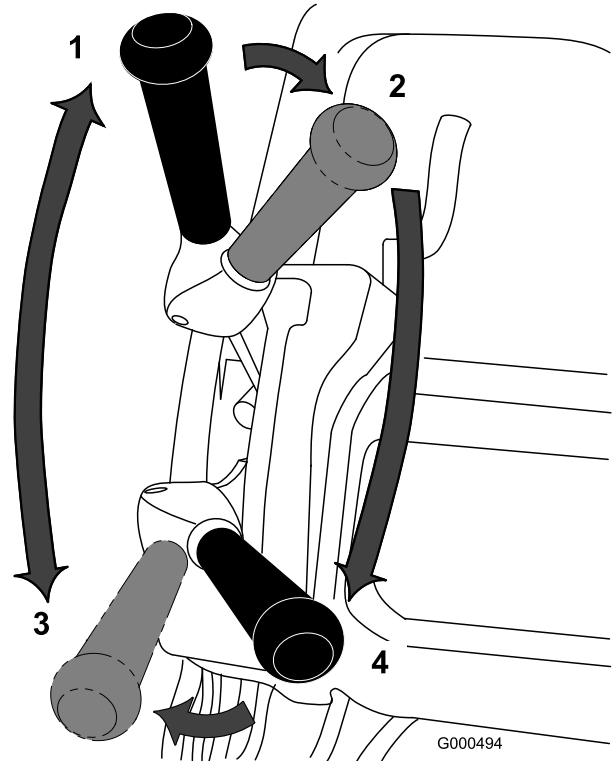

Bild 31
1. Starten Sie die Maschine, stellen Sie den Gasbedienungshebel auf verringerte Geschwindigkeit, drücken Sie den Holm nach unten, um die Schneideinheit anzuheben, aktivieren Sie die elektronische Sicherheit, schieben Sie den Fahrtriebshebel und den Spindeltriebshebel in die Stellung VORWÄRTS und transportieren Sie die Maschine an den Rand der Rasenfläche (Bild 31).
2. Schieben Sie den Schalthebel in die NEUTRAL-Stellung (Bild 31).
3. Stellen Sie den Antriebshebel in die Stellung: NEUTRAL und Spindeltrieb in die Stellung: AUSGEKUPPELT (Bild 31).
4. Stellen Sie den Antriebshebel in die Stellung: VORWÄRTS und Spindeltrieb in die Stellung: EINGEKUPPELT (Bild 31). Geben Sie Gas, bis die Maschine die gewünschte Fahrgeschwindigkeit erreicht hat. Fahren Sie die Maschine auf die Grünfläche, senken die Schneideinheit ab und beginnen Sie mit dem Mähen.